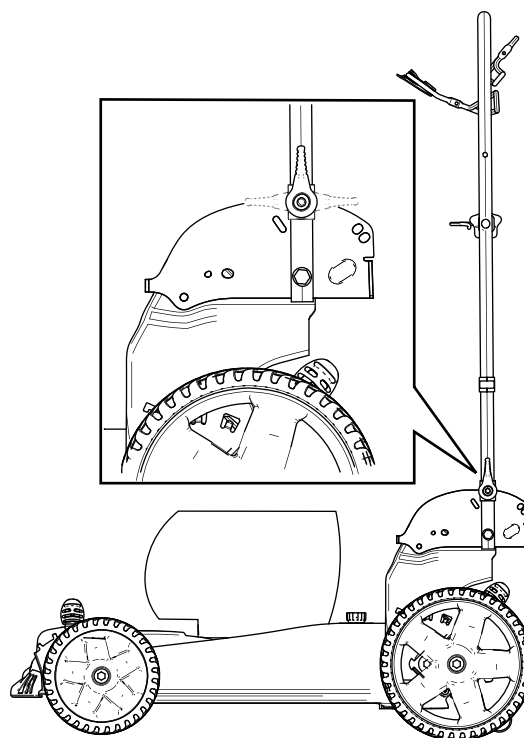

Figur 19
1. Avlägsna knappen till den elektriska startmotorn (Figur 19).